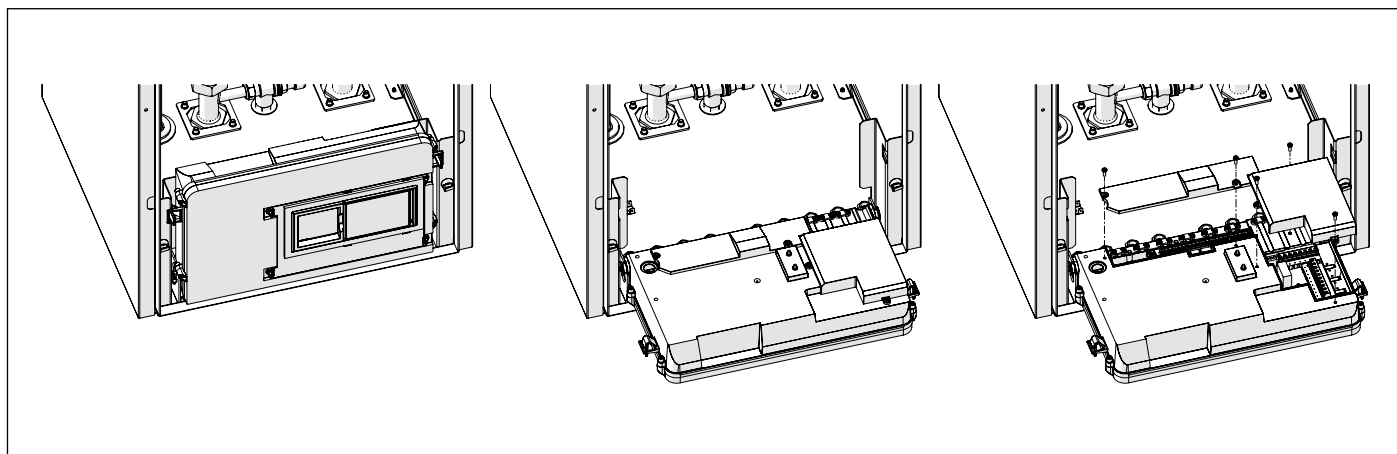

Fig. 27 Caixa eléctrica
- Rode a caixa eléctrica avante de 90° (veja Fig. 27 Caixa eléctrica).
- Retire as duas tampas de cobertura das ligações eléctricas externas (A e B), desatarraxando os parafusos que as fixam à caixa eléctrica (veja Fig. 27 Caixa eléctrica).